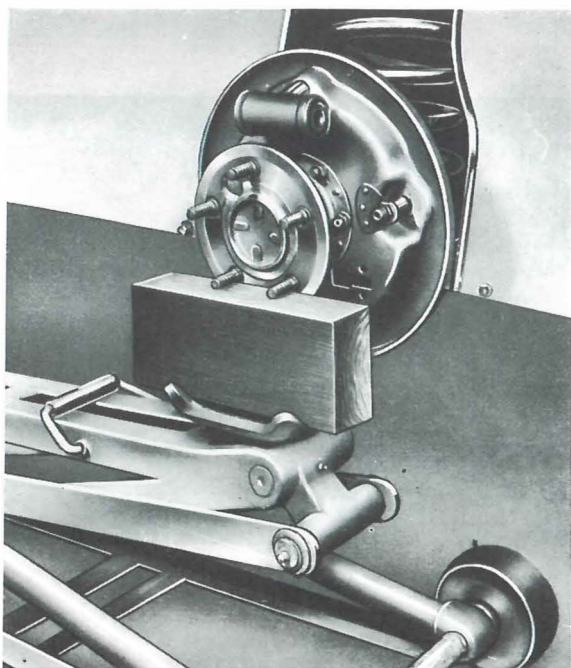

Bild H 1/11
12. Radlaufblech am Rahmen lösen und nach außen biegen (Bild H 1/12).